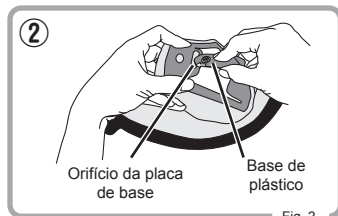

Fig. 2
- 2 Inserir a base de plástico no orifício da placa de base da proteção para o rosto, conforme representado na Fig. 2.